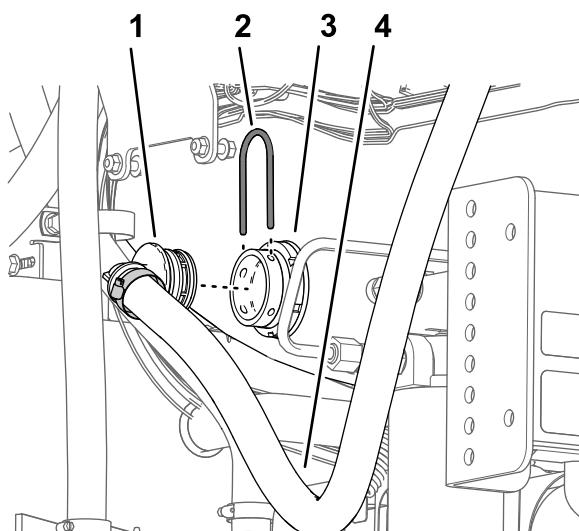

图63
2. 卸下将旁通软管下端的 90° 宝塔接头固定至打药机药缸隔板接头的大卡环图63。